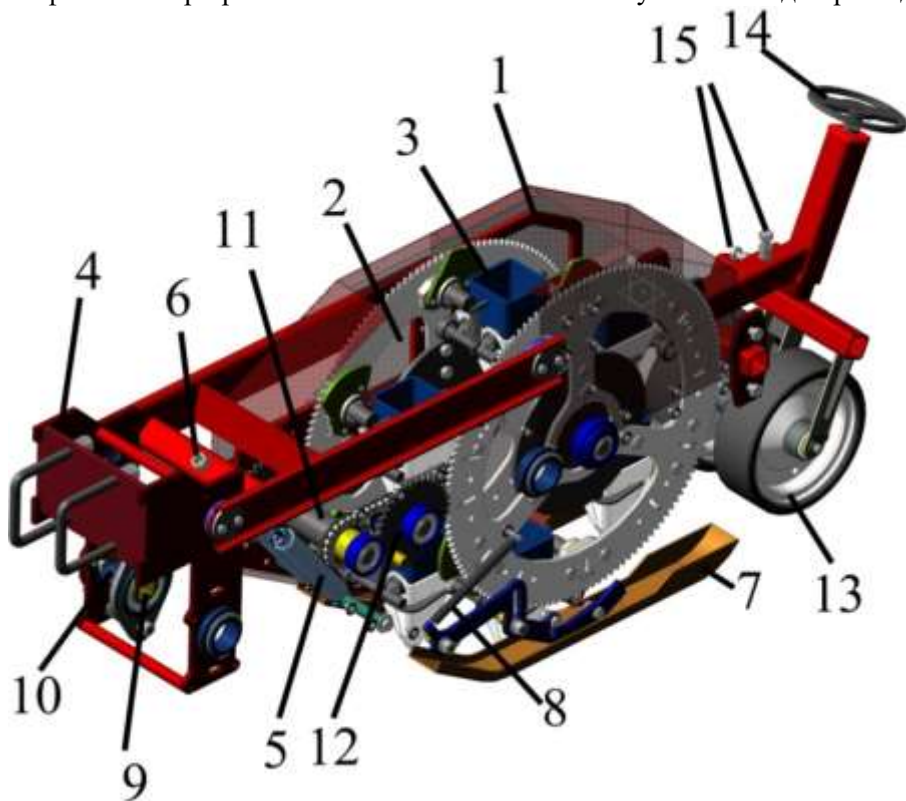
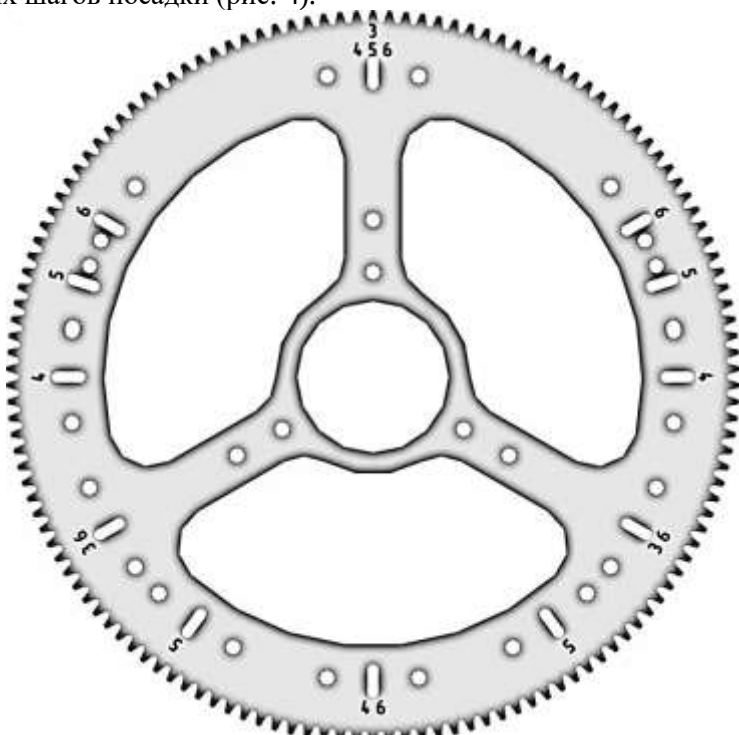

Рисунок 2 – Секция посадочная
Рисунок 4 – Шестерня ведомая
3.6 Секция посадочная (рис. 2) представляет собой каркас 1, в котором установлены ведомые шестерни 2, между которыми закреплены высаживающие сошники 3. Каркас секции закреплен на раме с помощью параллелограммного механизма 4, тем самым обеспечивается копирование рельефа почвы при работе машины и постоянство глубины посадки рассады.
Момент прижима рассады в борозде зависит от влажности и состава почвы. На сыпучих почвах для исключения самопроизвольного засыпания растения устанавливается более ранний момент прижима. Регулировка осуществляется перемещением прикатывающих колёс 13 (рисунок 2) ближе или дальше от сошника в продольном направлении с помощью винтов 15.
Количество установленных высаживающих сошников зависит от шага посадки рассады. Для правильной установки различного количества сошников на ведомых шестернях нанесены соответствующие числа, указывающие отверстия, на которые необходимо крепить сошники для различных шагов посадки (рис. 4).
6.5.2 Нужная глубина устанавливается перемещением прикатывающего колеса 13 вверх или вниз (рис. 2) вращением винта 14.
6.6.1 Момент прижима рассады зависит от влажности и состава почвы. На сыпучих почвах для исключения самопроизвольного засыпания растения устанавливается более ранний момент прижима. Регулировка осуществляется перемещением прикатывающих колёс 13 (рис. 2) ближе или дальше от сошника в продольном направлении. Используйте для этой цели винты 15.
- в высаживающей секции установить требуемое число сошников. На заводе-изготовителе в каждой секции устанавливают по 6 сошников. При необходимости использования четырех или пяти сошников нужно снять защитные ограждения секции (рис. 2), открутить болты крепления сошника и переставить требуемое количество сошников в отверстия на шестерне, обозначенные соответствующими цифрами (рис. 4). Для настройки машины на посадку с тремя сошниками необходимо в каждой из секции снять по три сошника без перестановки.